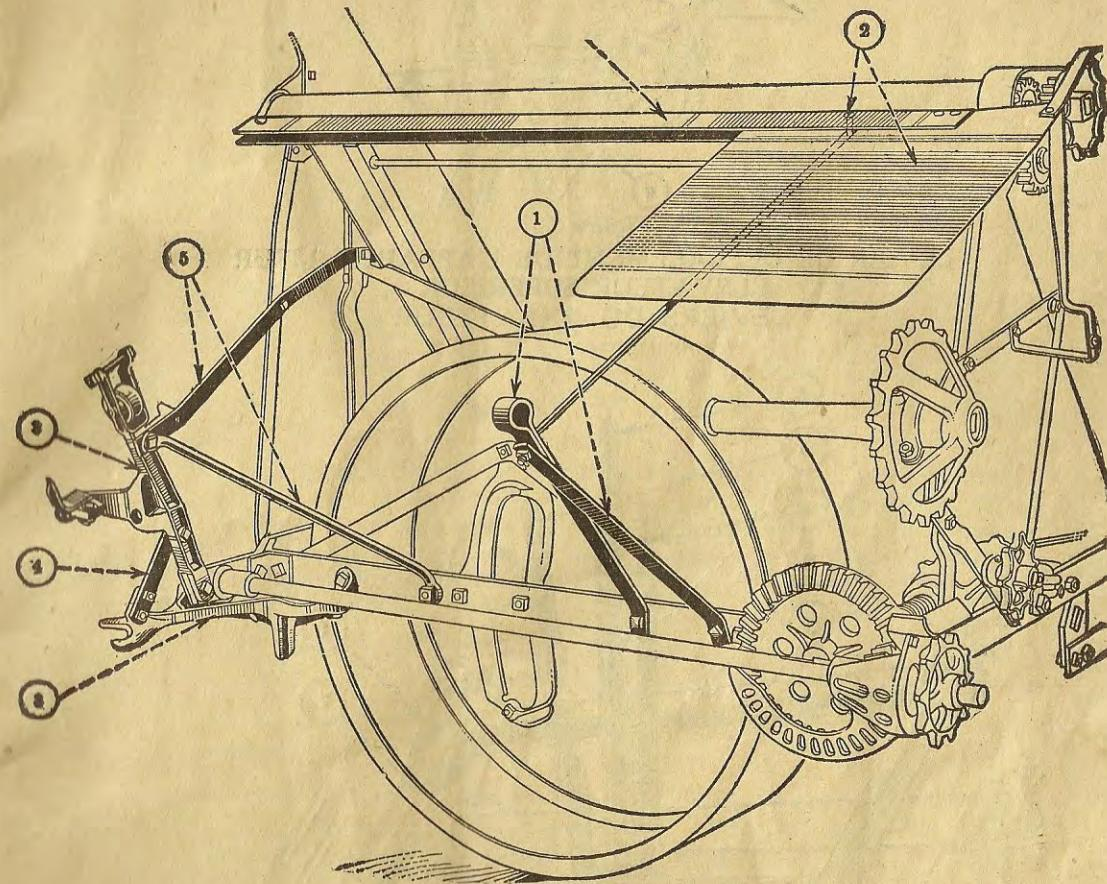

Figure 12
- 13° Boulonnez la coulisse de la table du lieur au palier du tapeur et au palier de la table (Voir aussi figure 12).
EXTENSION DE LA TABLE DU LIEUR PILIERS DU LIEUR AVANT ET ARRIÈRE (Voir figures 12 et 13)